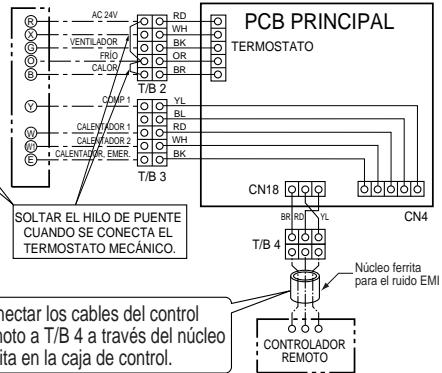

Figura 5E
■ Bomba de calor - 1 comp, 2 calentadores (Figura 5E)